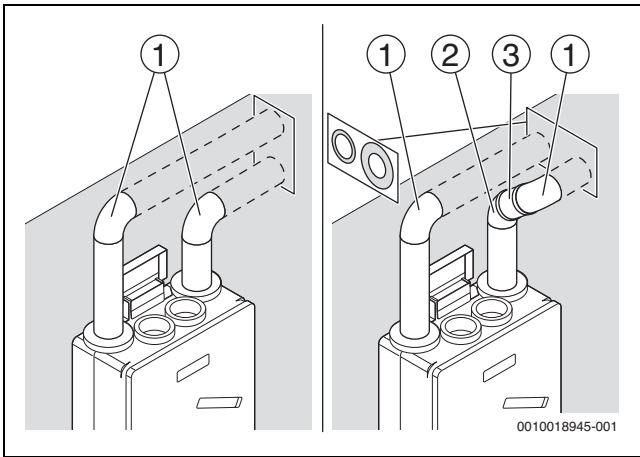

Bild 44 Anschlussdetails zu Bild 40 bis 42: Rohrleitung Außen-/Fortluftleitung
**Legende zu Bild 44 bis 46:**